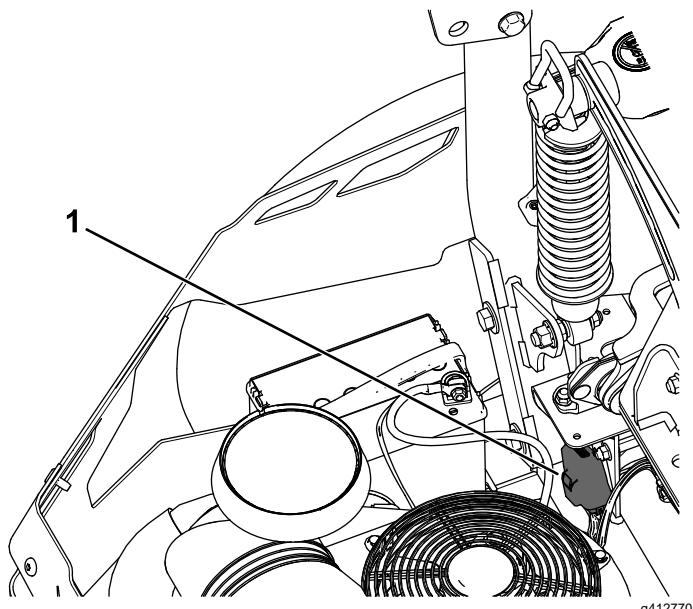

Figura 57
Nota: En máquinas MyRide, asegúrese de que el cable de tierra no roza contra el brazo arrastrado ni contra el soporte inferior del amortiguador (Figura 57).
Los fusibles están situados en la parte trasera, cerca del motor (Figura 57).
- Instale un fusible nuevo (Figura 57).